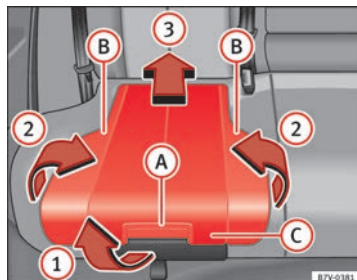

Fig. 29 Seggiolino per bambini integrato: sollevare il cuscino.
- Tirare il cuscino in avanti dalla leva di sbloccaggio ⇒ fig. 29 (A) nella direzione indicata dalla freccia ⇒ fig. 29 (1).
- Piegarlo verso l'alto entrambi i lati ⇒ fig. 29 (B), nella direzione indicata dalla freccia ⇒ fig. 29 (2).
- Spingere indietro il cuscino ⇒ fig. 29 (C) nella direzione indicata dalla freccia ⇒ fig. 29 (3) fino all'incastro.